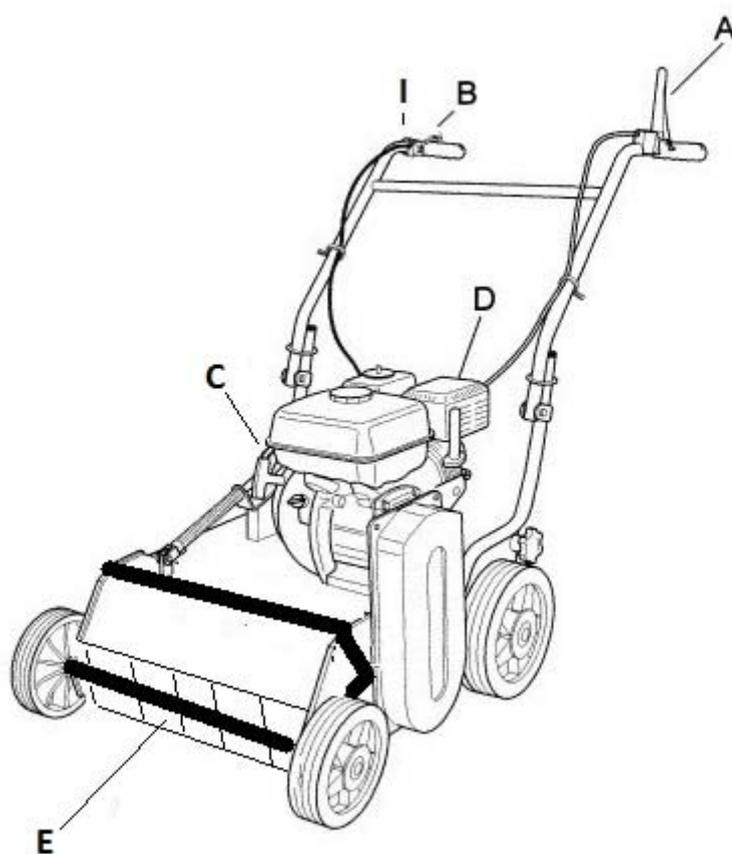

Fig. 1
- Prima di avviare il motore, assicurarsi che la leva di innesto (frizione di innesto lame(Fig. 1, rif. A) si trovi nella posizione di disinnesto (rilasciata);